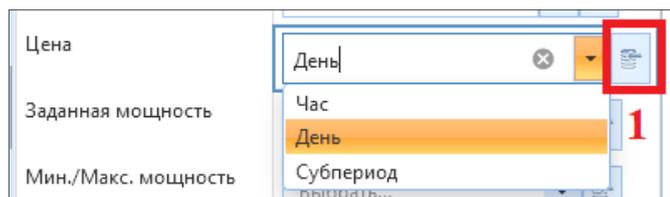

Рисунок 4.3.8 – Передача данных в компонент
В случае, если ограничения на работу компонента или цена вводятся с помощью исходных данных, то в списке «Макс./Мин. мощность (пер./абс.)», «Цена» выбирается: «Временной шаг» – вводимое ограничение передается каждый час, «День» – ограничение передается раз в сутки, «Субпериод» - ограничение вводится «вручную», для просмотра и ввода значения необходимо нажать – кнопку (1) «Ввод значений» (рис. 4.3.8).